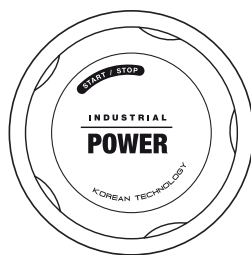
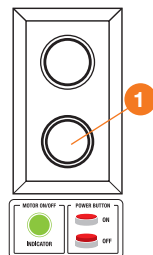

Рис. 5
Рис. 5.1
- Переведите выключатель на мойке в положение **START** (Рис. 5) или нажмите на кнопку включения **1** на модели **DAW 990SW-3** (Рис. 5.1). Двигатель начнет работать создавая давление в системе, при достижении максимального значения давления двигатель остановится.
- Переведите выключатель в положение **STOP** (Рис. 5) или нажмите на кнопку выключения **1** на модели **DAW 990SW-3** (Рис. 5.1).